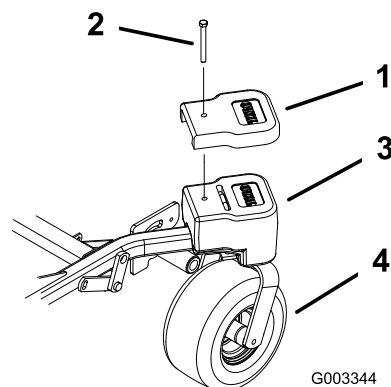

Figura 28
4. Instale los contrapesos superiores sobre el contrapeso de cada rueda giratoria (máquinas de 152 cm (60")) con 2 pernos ($\frac{1}{2}$ " x $2\frac{1}{2}$ "), como se muestra en la Figura 28.